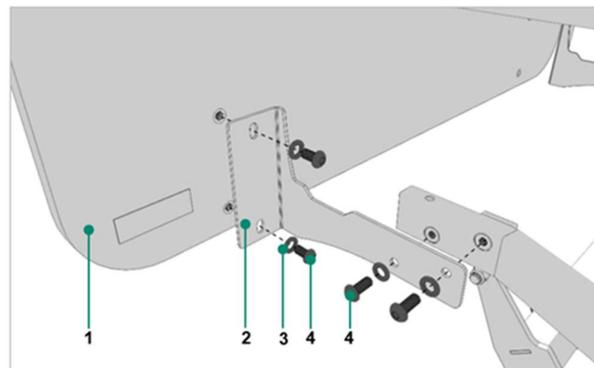

Figure 8.4
2. Fixer les supports au cadre du lit à l'aide des quatre vis M8 x 16 mm, des quatre rondelles M8 et de la clé Allen 5 mm, tel qu'indiqué sur la Figure 8.4.